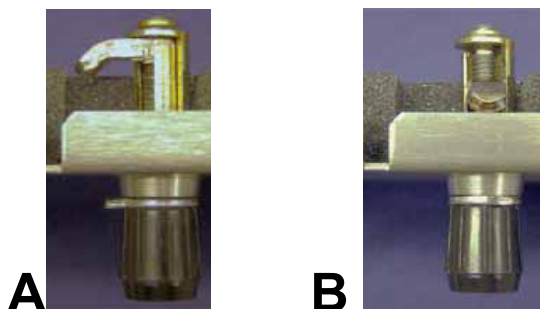

Abb. 9 Ofenverriegelung, A geöffnet, B geschlossen
4. Vergewissern Sie sich vor dem wieder Einsetzen der Seitenklappe, dass beide Verriegelungen vollständig geöffnet sind (vergl. Abb. 9 A). Anderenfalls drehen Sie die schwarzen Schraubköpfe entgegen dem Uhrzeigersinn bis zum Anschlag.
6. Drehen Sie bei leichtem Druck zur Fixierung der Klappe die beiden schwarzen Schraubköpfe nun im Uhrzeigersinn bis zum Anschlag (vergl. Abb. 9 B).